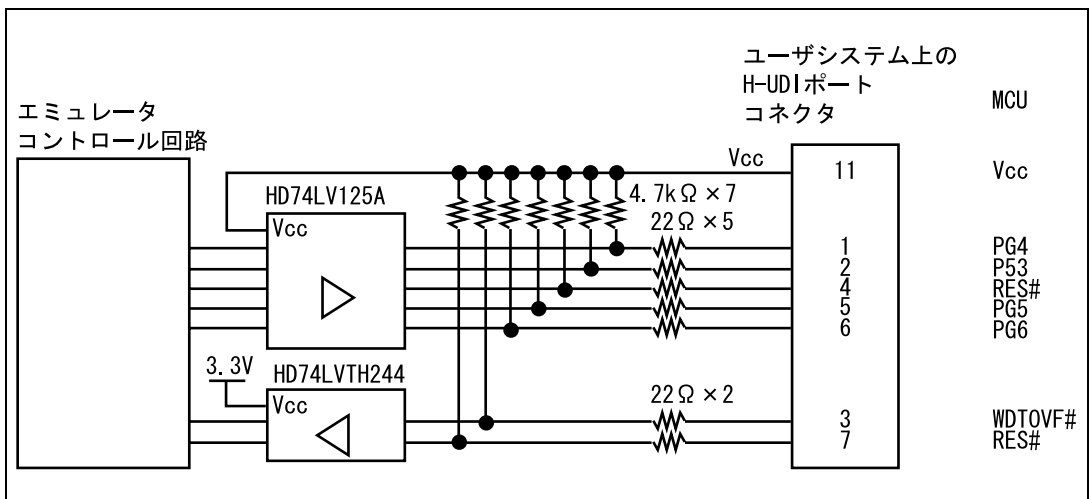

図 1.7 エミュレータ内インタフェース回路 (参考)
6. 図 1.7 にエミュレータ内インタフェース回路を示します。プルアップ抵抗の値などを決定するときに参考にしてください。